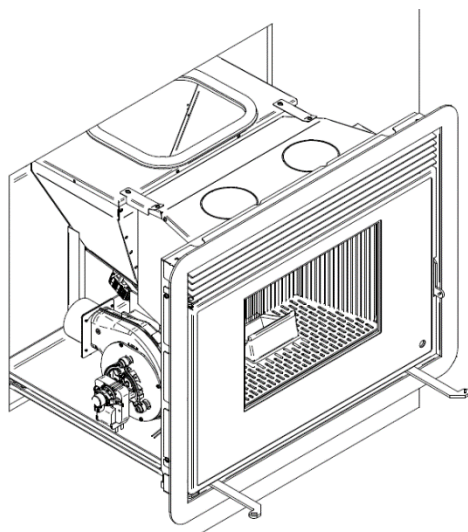

Figura 49 – Ilustração com posição do extrator
- O extrator fica do lado esquerdo do equipamento (Figura 49);